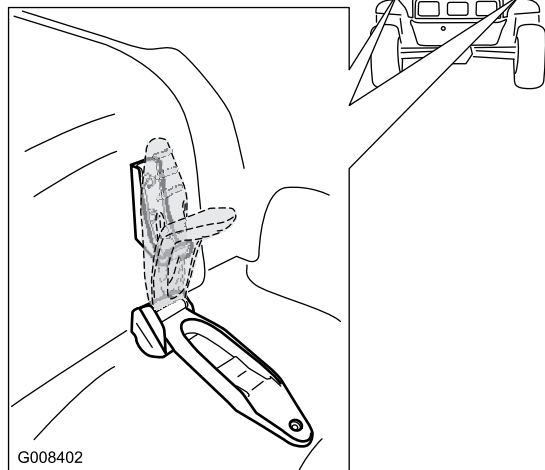

Figura 25
1. Para abrir o capot, solte os trincos em ambos os lados do capot (Figura 25).